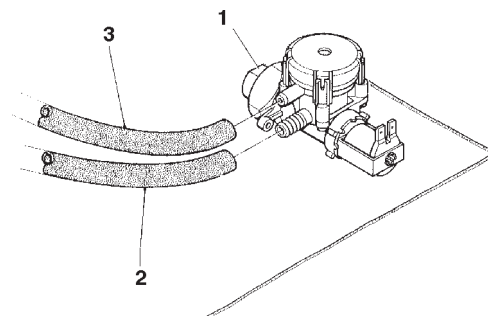

Fig. 8
Collegare mediante un tubo adatto (disponibile anche come kit) a sopportare la pressione di rete e di tipo idoneo per alimenti (diametro interno minimi di 6 mm.) la rete idrica al raccordo 3/4" gas della elettrovalvola di entrata acqua (vedi fig. 8).
L'elettrovalvola di entrata acqua (vedi fig. 8) è dotata di un dispositivo antiallagamento che permette di bloccare meccanicamente l'entrata dell'acqua in seguito ad una disfunzione dell'elettrovalvola stessa o del meccanismo di controllo del livello dell'acqua in caldaia.
- allentare il raccordo che fissa il tubo di alimentazione dell'elettrovalvola per scaricare la pressione di rete residua e stringerlo nuovamente (vedi fig. 8);